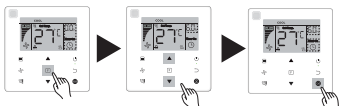

Figura 6.16
- 1) Encendido del **temporizador**: pulse el botón **[F]** para acceder a la opción «**Timer On**» (encender temporizador); la pantalla mostrará la opción «**0.0h Time On**» y el mensaje «**Time On**» parpadeando. A continuación, pulse **[.]** para confirmar. Pulse **[▲]** y **[▼]** para ajustar la hora de encendido y pulse **[.]** para confirmar y completar la acción (ver Figura 6.16).